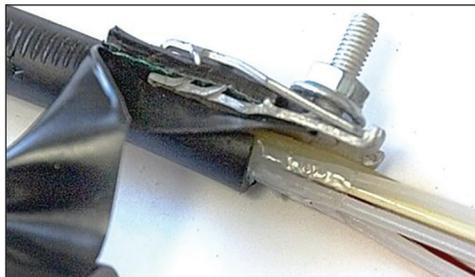

Рисунок 6
1.6.3 Установить нижнюю часть (основание) соединителя под отогнутый участок оболочки, поверх ленты виниловой. Установить верхнюю часть соединителя на шпильку основания и обе части стянуть одной гайкой (рисунок 6).